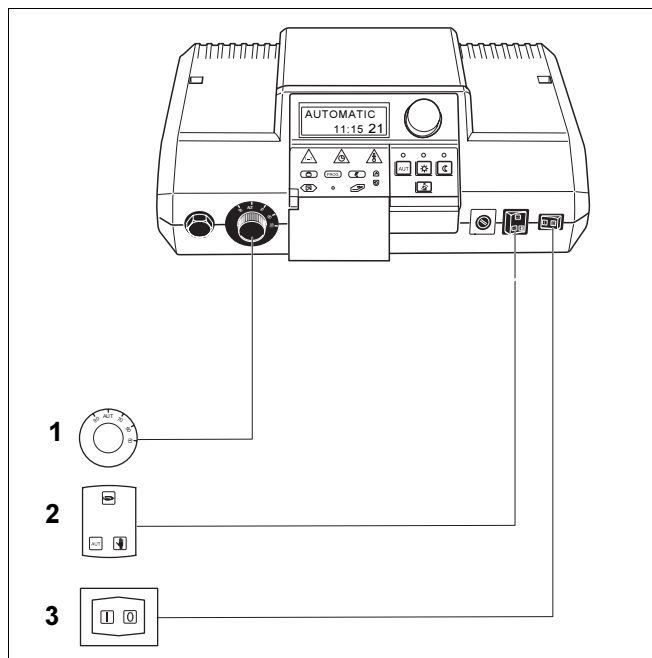

Fig. 17 Verificarea reglajelor la elementele de deservire
- Regulatorul temperaturii apei din cazan (Fig. 17, **Poz. 1**)
- Comutator în caz de avarie, încălzire și apă caldă (Fig. 17, **Poz. 2**).
- Poziționarea comutatorului de funcționare în poziția **I** (Fig. 17, **Poz. 3**).